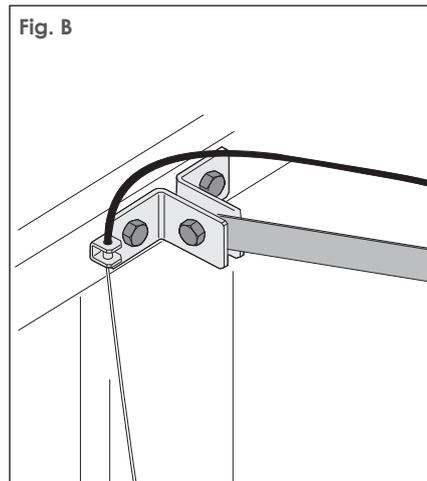

Fig. C1
- 4) Fixer le câble en acier directement au loquet de la serrure (Fig. C1) ou bien à la poignée de la porte en la perçant (Fig. C2).